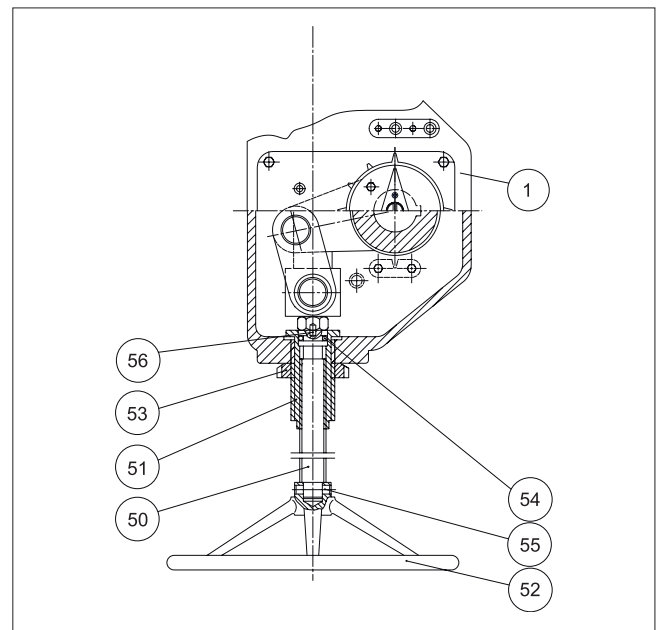

Fig. 24 B1JAR-manöverdon
B1JAR-manöverdonet är i övrigt som B1JA, förutom att det kan manövreras manuellt för att föra kolven till det övre läget mot fjädern om det inte finns någon lufttillförsel. Manöverdonet B1JA kan ändras till B1JAR genom att huset (1) byts ut och delar (50 till 56) läggs till, se fig. 24.
Om styvhet eller oljud uppstår när manöverdonet manövreras med handratten, kontrollera lagrens (56) skick, se fig. 24. Övrigt underhåll i enlighet med beskrivningen för B1JA-manöverdonet i avsnitt 4.2.
Reservdelslista för fig. 24: